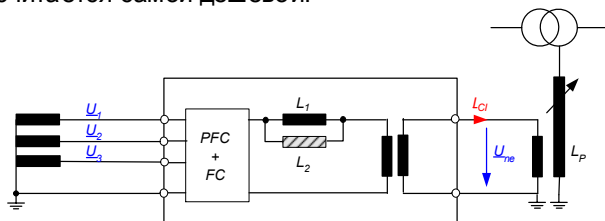

Рис. 2.30: Ввод тока с АС-переключателем для трех частот (АС-1)
2.5.4 Виды многочастотных вводов тока (CI)
Самым простейшим способом является применение стандартного частотного преобразователя (FC) в режиме источника тока, как приведено на *Рис. 2.30*. Для ограничения помех на стороне 400 В рекомендуется преобразователь частот с модулем коррективы коэффициента мощности (PFC). Катушка L_1 или же параллельная цепь $L_1//L_2$ применяется для преобразования импульсного напряжения в подаваемый ток. Величина $L_1//L_2$ определяет макс. доступный вводимый ток. Вспомогательная обмотка катушки Петерсена обыкновенно предназначена для 500 В, т.е. в случае необходимости нужно применить дополнительный трансформатор для согласования. При помощи этого вида ввода тока можно очень легко вводить два тока с самостоятельной амплитудой, частотой а фазой. Но с другой стороне физическая реализация не считается самой дешевой.